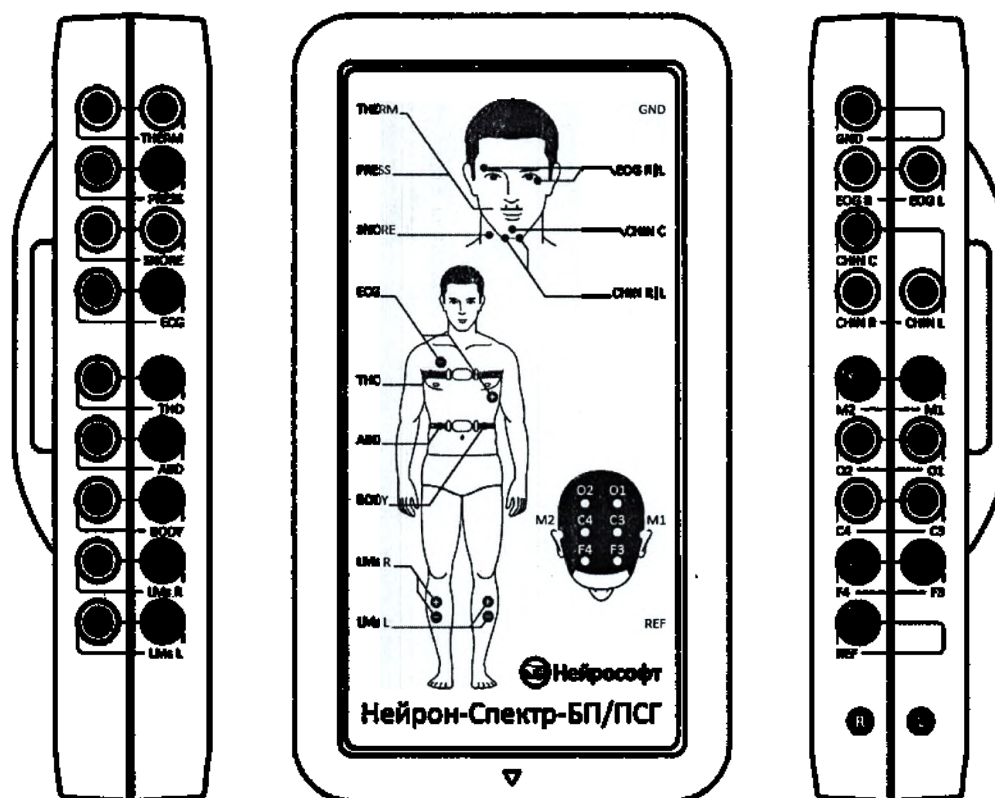

Рис. 43. Внешний вид блока пациента «Нейрон-Спектр-БП/ПСГ» (NS055201.006)
6. При необходимости для обеспечения большей мобильности пациента возможно подсоединение электродов и датчиков к электронному блоку системы не напрямую, а через блок пациента (рис. 43). При возникновении необходимости отсоединиться от регистрирующей аппаратуры, пациент может, не снимая электродов и датчиков, отключить от электронного блока системы блок пациента (например, для посещения туалета). При подсоединении блока пациента к электронному блоку системы запись сигналов будет возобновлена.